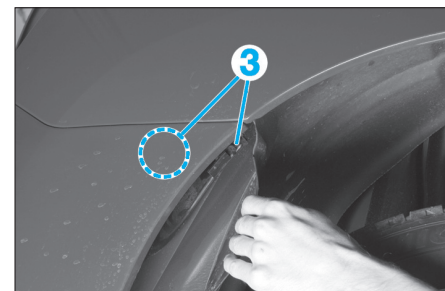

Fig. 189
- déposer les vis (3) (Fig.189),